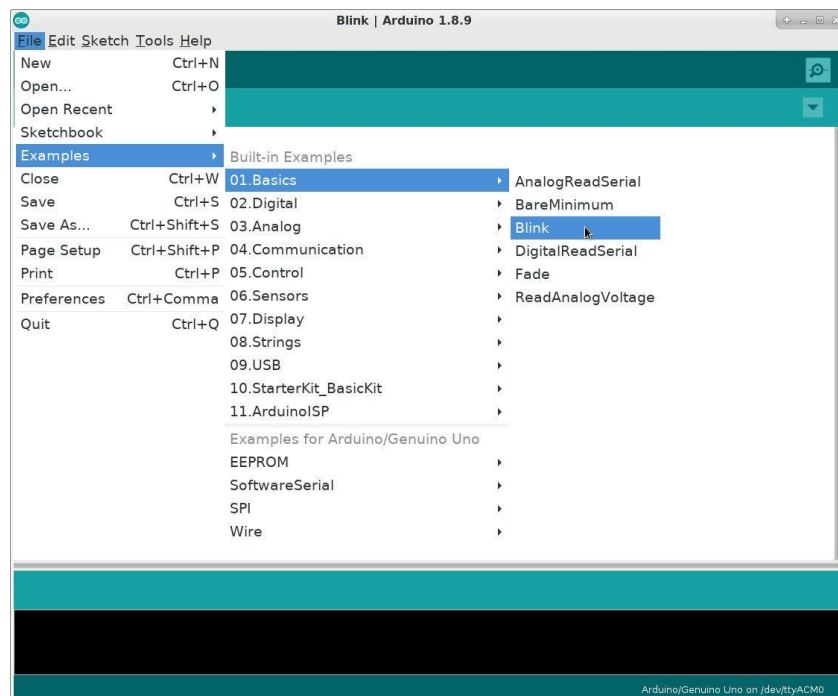

Figure 5. Ouverture du programme pour faire clignoter une DEL
- Pour ouvrir le sketch d'exemple Blink, accédez au **menu File** et sélectionnez **Exemples**, puis **01.Basics** et, enfin, **Blink** comme montré sur la **Figure 5**.